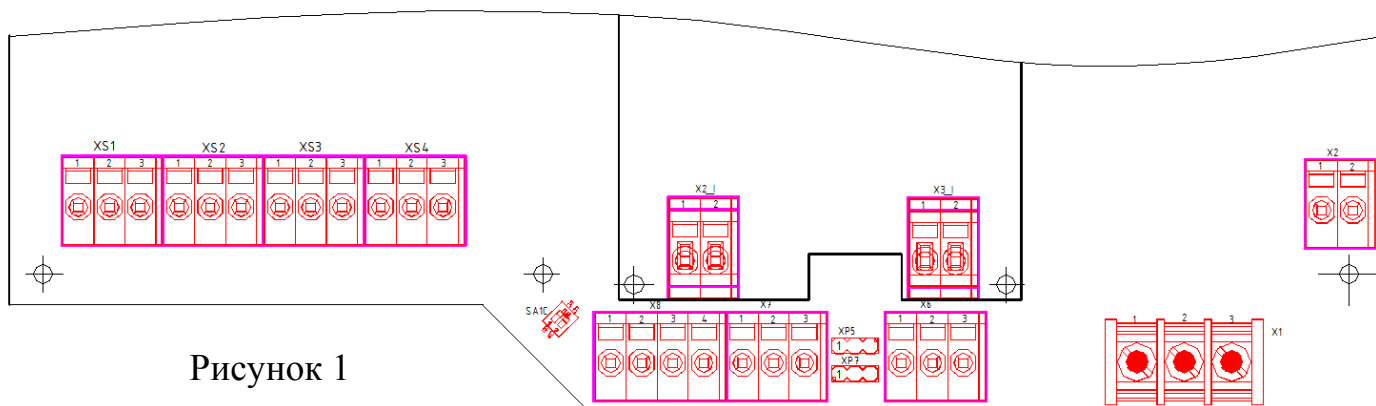

Рисунок 1
2.4.5.6 Интерфейсный узел счетчика может работать в стандарте RS-232 либо RS-485. Переключение обеспечивается замыканием пары соседних контактов переключателя J5. При замыкании правой пары контактов (см. рисунок 1) интерфейсный узел работает в стандарте RS-232. Для работы в стандарте RS-485 необходимо замкнуть левую пару контактов.
2.4.5.9 Если линия связи соединяет несколько счетчиков и ЭВМ, то в наиболее удаленном от ЭВМ счетчике (на краю линии связи) необходимо включить согласующий резистор 120 Ом. Включение/выключение обеспечивается переключателем J7. При замыкании левой пары контактов (см. рисунок 1) согласующий резистор включен.